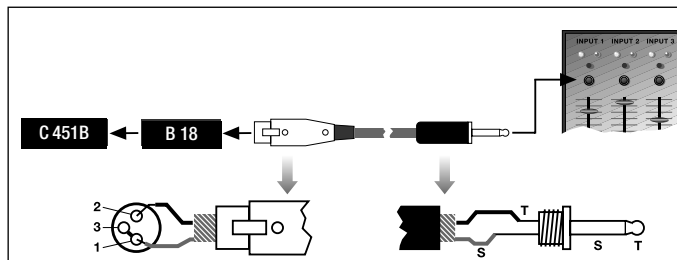

Fig. 2: Collegamento ad un ingresso asimmetrico
- Nella presa XLR, collegate con un ponte a filo i contatti 1 e 3 e portateli sullo schermo del cavo. Vedi fig. 2.